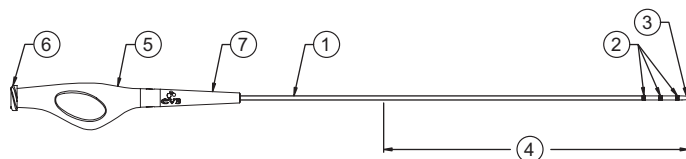

Abbildung 1. TrailBlazer Support-Katheter
Wie in Abbildung 1 gezeigt, verfügt der distale Katheterschaft über drei Röntgenmarkierungen (2), die bei der Positionierung des Katheters helfen. Der distale 40-cm-Abschnitt des Katheters (4) ist mit einer hydrophilen Beschichtung versehen. Das proximale Lumen (6) beginnt innerhalb des Verteilers (5), läuft durch den Katheterschaft und endet an der distalen Spitze. Dieses Lumen dient dazu, den Katheter über einen Führungsdraht zu führen. Die maximalen Durchmesser von kompatiblen Führungsdrähten sind in Tabelle 1 mit den Größenangaben aufgeführt. Größe und Länge des Katheter-Führungsdrachts sind auf die Zugentlastung (7) aufgedruckt.